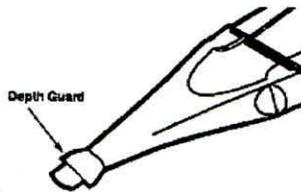

Figura 8
Paso 12. Insertar la punta del inyector en la incisión tanto como sea necesario para facilitar la implantación de la lente, utilizando el control de profundidad (Figura 8) como el límite de la inserción, y dirigiendo la punta del inyector hacia la abertura de la cápsula anterior.